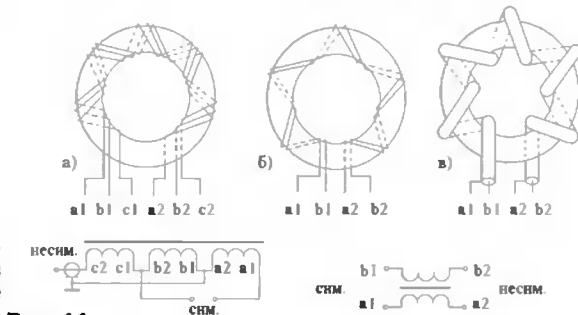

Рис. 11
обеспечивающие $U_1=U_2$ (voltage BALUN, V-BALUN); вторая — обеспечивающие $I_1=I_2$ (current BALUN, C-BALUN). К первой группе относятся, например, широко известные U-колени, малогабаритные трансформаторы [5] на ферритовых магнитопроводах (рис. 11, а), ко второй — запирающие для синфазных токов устройства. Они бывают как резонансные (четвертьволновый стакан), так и аперриодические (дроссельного типа). Последние также иногда изготавливают на ферритовых магнитопроводах (рис. 11, б, см. [6]). Строго говоря, первые обеспечивают равенство ЭДС в контурах с Z_1 и Z_2 , поэтому условие (2) справедливо только при выполнении условия (1). Для симметричных систем условие (1) выполняется. А вот второе просто представляет большое сопротивление для тока I_c (и только для него). Поэтому можно считать, что ток I_c в точке подключения кабеля к антенне близок к нулю, следовательно, $I_1=I_2$. Однако мы устранили только одну причину возникновения синфазных токов. В несимметричной АС (при геометрической асимметрии или при несимметричном возбуждении) на наружную поверхность оплетки действует еще нескомпенсированное ближнее поле антенны.
Изолирующие устройства (Line Isolator, LI) используют для электрического разделения наружной поверхности оболочки фидера на нерезонансные участки, чтобы ослабить синфазные токи, наводимые ближним полем в несимметричной АС. Для этого на пути синфазных токов нужно обеспечить большое сопротивление в нескольких местах с интервалом $\lambda/4$. В качестве LI можно использовать как резонансные, так и аперриодические дроссельные устройства типа C-BALUN 1:1 (рис. 11, б и в). Фактически, C-BALUN 1:1 — это линейный изолятор, используемый для симметрирования. Установлено, что для хорошей эффективности аперриодических LI полное сопротивление обмотки дросселя должно быть не менее 2...3 кило-
ом. При невозможности сделать компактный дроссель на ферритовом кольце из толстого кабеля можно сделать катушку из кабеля без магнитопровода или вставить в разрыв кабеля (как центрального проводника, так и оплетки!) небольшой дроссель по рис. 11, б, намотанный двухпроводной линией, соответствующей волновому сопротивлению кабеля и мощности